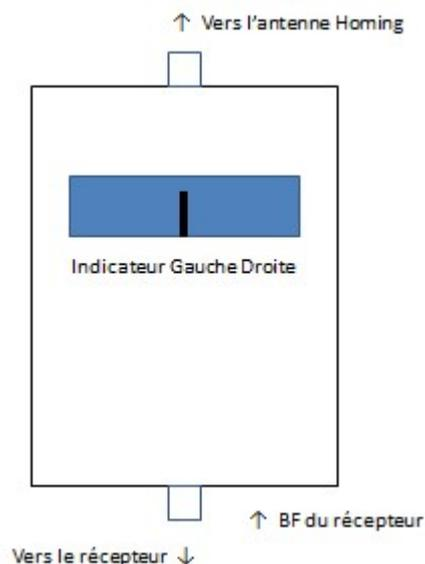

Figure 1 : Boîtier du « Homing Toutes Bandes »
Sur la face avant se trouvent l'indicateur Gauche Droite (GD) (Figure 1), une LED rouge pour vérifier la mise sous tension et un interrupteur à 2 positions : Homing ou directif. En position Homing les antennes sont commutées à 300 Hz pour mesurer la direction. En position « directif », l'antenne est bloquée dans une position ce qui donne une directivité pour un lever de toute.